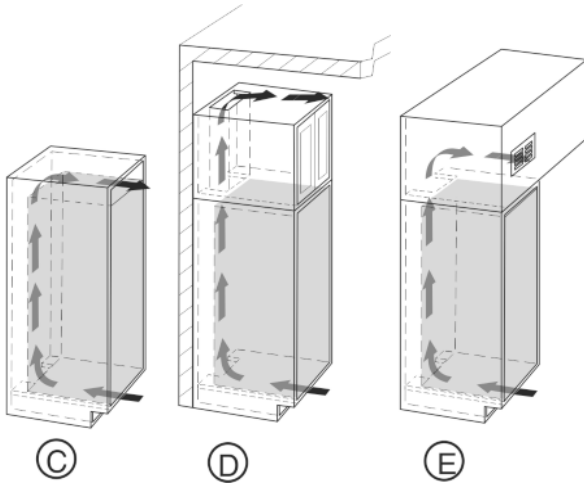

Fig. 5
- Der obere Lüftungsquerschnitt kann entweder direkt über dem Gerät mit einem optionalen Belüftungsgitter Fig. 5 (C), in der Nähe der Decke über dem Möbel Fig. 5 (D) oder als Abluftöffnung in einer Zwischendecke Fig. 5 (E) ausgeführt sein.